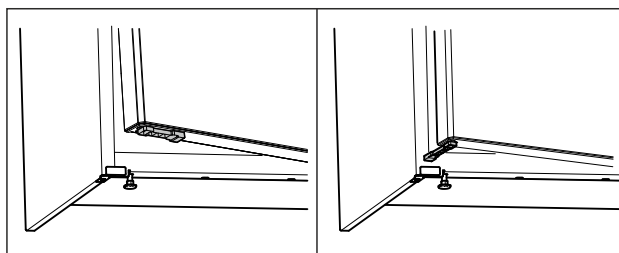

Fig. 54 *
- ▶ Drei døråpningsbegrenseren med 90°. (se Fig. 54) *